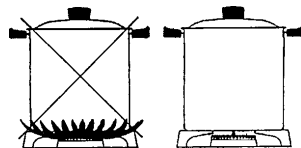

Рис. 11
7.10.8 Для эффективного использования горелок стола следует выбирать кастрюли перечисленных ниже размеров: вспомогательная горелка - диаметр 120 min-160 max мм, горелка полубыстрого действия - диаметр 180 min-200 max мм, горелка быстрого действия - диаметр 220 min-240 max мм. Режим работы горелок должен быть таким, чтобы пламя не вышло за края кастрюли см. рис. 11. **Использование кастрюлей большего диаметра приведёт к выходу из строя горелки стола.**